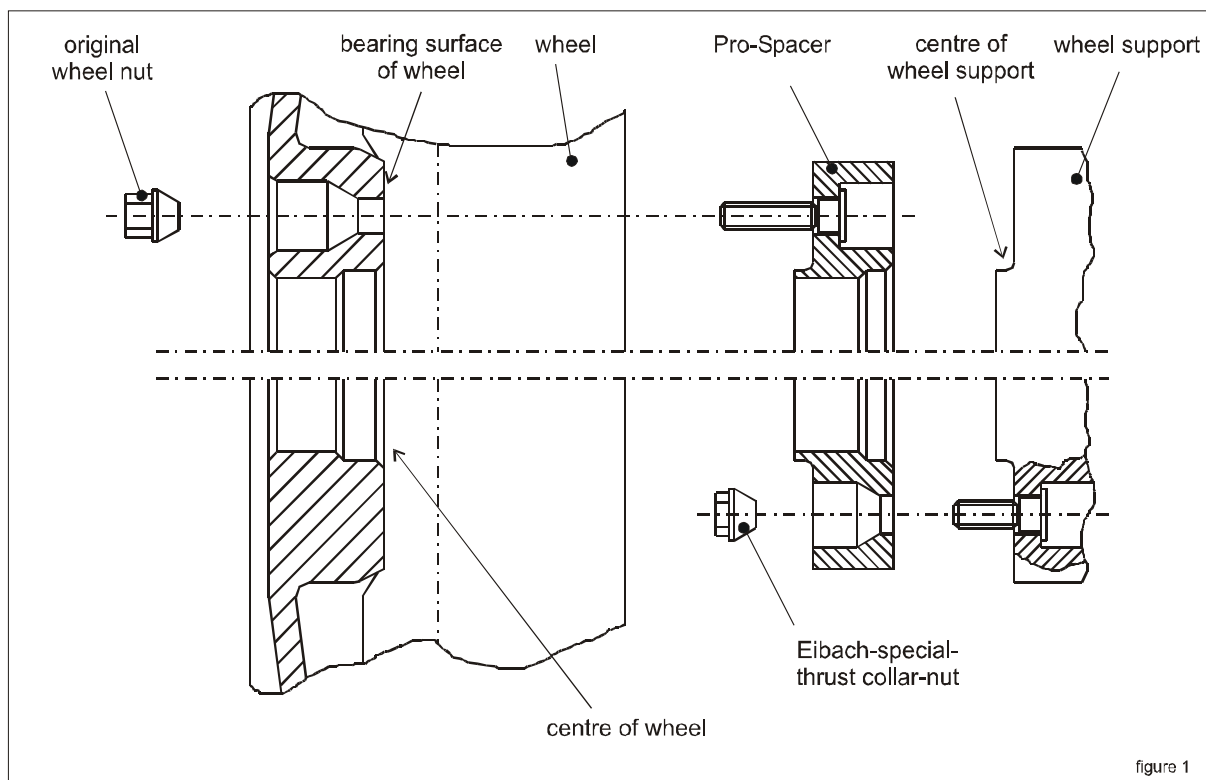

figure 1
1. Die Mittenzentrierungen und Anlageflächen des Radträgers und des Rades (Bild 1) müssen von Rost und Schmutz befreit und gereinigt werden. Verwenden Sie hierzu eine Drahtbürste und gehen Sie vorsichtig vor, um andere Bauteile nicht zu beschädigen.
1. The centre alignments and bearing surfaces of the wheel support and the wheel (Figure 1) must be free of rust and dirt and cleaned. Use a wire brush for this purpose and proceed with caution, to avoid damaging other components.